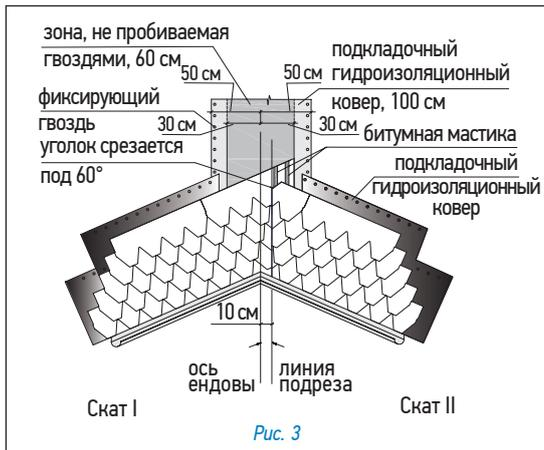

Рис. 3
#### Ендова (рис. 3)
- лист, подходящий к ендове со ската II, должен доходить до линии подрезки и обрезаться по ней. Верхний уголок обрезанного края листа подрезается под углом 60° (5 x 3 см — рис. 3);